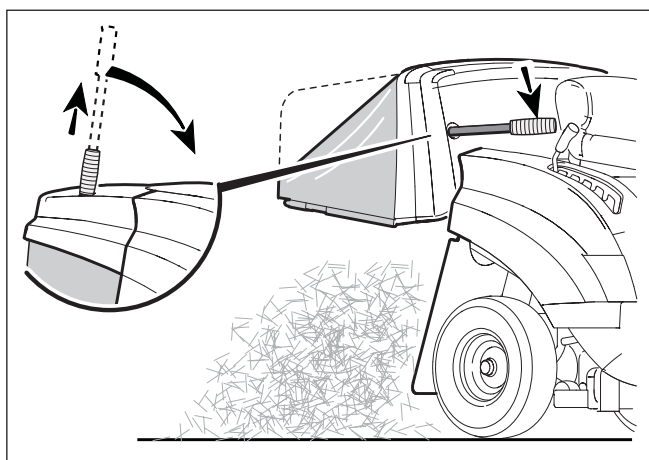

Figura 17
1. Estenda o cabo do ensacador de relva e rode-o para a frente até a unidade do ensacador de relva estar completamente aberta no fundo (consulte a Figura 17).